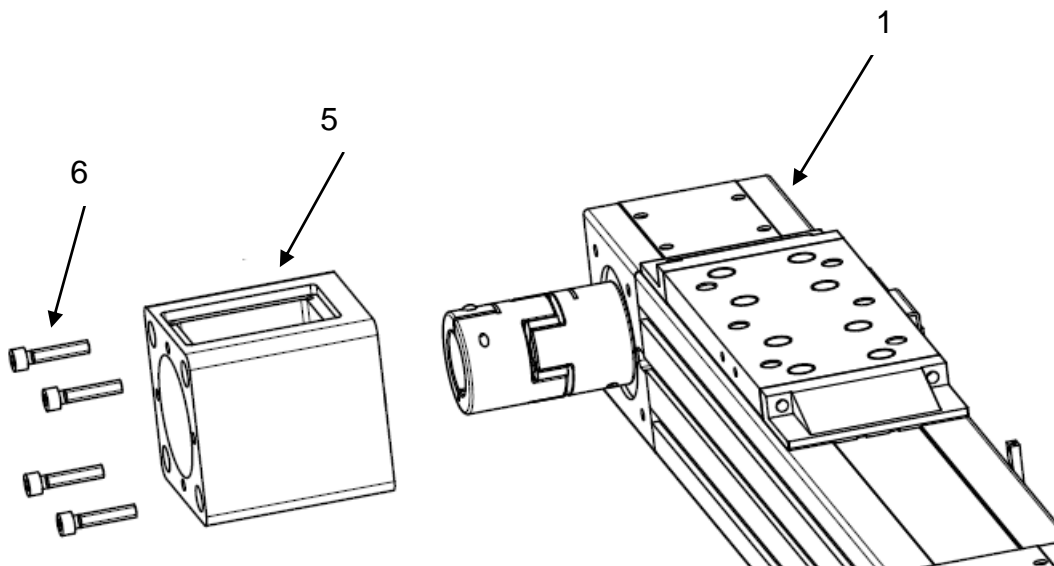

Рисунок 4 – Установка корпуса.
2) установить корпус монтажного комплекта (поз. 5) на модуль (поз. 1) с помощью винтов (поз. 6) (см. рисунок 4).